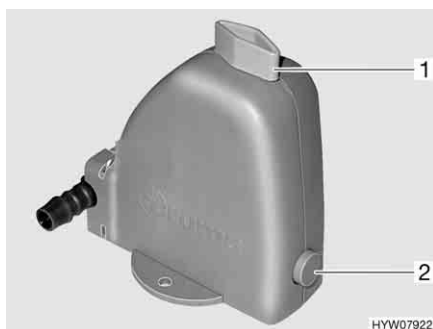

Fig. 133 Valvola di sicurezza/di scarico del boiler
Il boiler è dotato di una valvola di sicurezza/di scarico (Fig. 133). La valvola di sicurezza/di scarico impedisce che l'acqua congeli nel boiler in presenza di basse temperature esterne, quando il riscaldamento dell'autocaravan non è acceso.
- Chiudere la valvola di sicurezza/di scarico. A tal fine ruotare la manopola (Fig. 133,1) verticalmente rispetto alla valvola di sicurezza/di scarico e premere verso l'interno il bottone automatico (Fig. 133,2).
- Aprire la valvola di sicurezza/di scarico. A tal fine ruotare la manopola (Fig. 133,1) nel senso della lunghezza della valvola di sicurezza/di scarico. Il bottone automatico (Fig. 133,2) scatta all'infuori. Il boiler viene svuotato verso l'esterno tramite la valvola di sicurezza/di scarico.